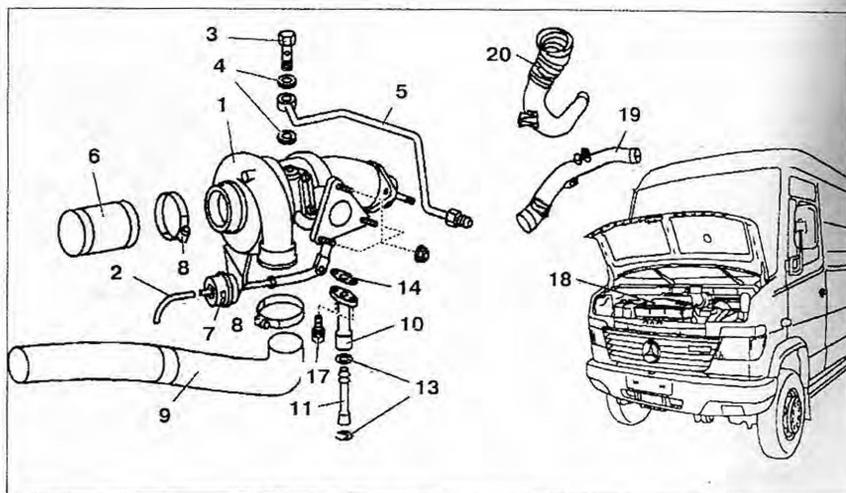

Рис. 2.69. Турбокомпрессор:
1. Снимите воздушный фильтр **18** (рис. 2.69).